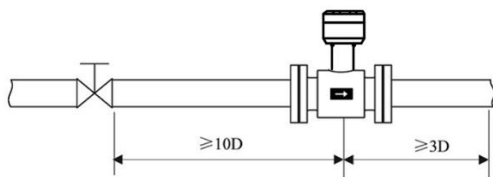
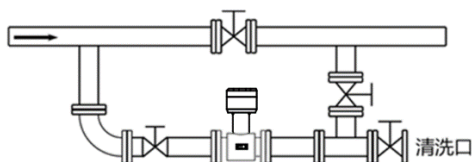
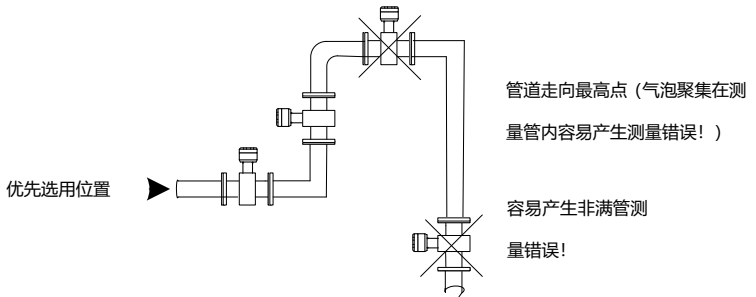

图8 阀门位于传感器上游的安装
图9
图 10
(1) 位置
(2) 避免磁场干扰
(3) 直管段长度
- 为确保流量计的测量精度，建议应保证传感器上游直管段长度至少应为 5 倍管径(5D)，下游直管段长度至少应为 3 倍管径(3D)。(参见图 8、图 9)
(4) 维修空间
(5) 对工艺上不允许流量中断的管道
- 在安装电磁流量计时应加设旁路通管和清洗口，如图 10 所示，这种装置可在流量计退出使用的情况下，保证设备系统连续工作。
(6) 电磁流量计的支撑
下图 10 为电磁流量计安装时的优先选用位置。